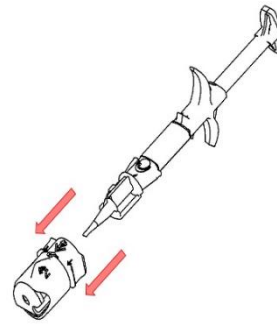

Fig. 3
- Ziehen Sie den Adapter zusammen mit dem Drehring ab (siehe "4" in Abb. 3) und entsorgen Sie beides.